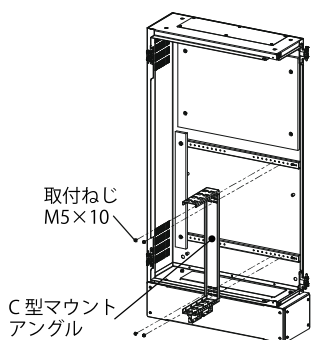

図 14
1. C型マウントアングルの取付ねじM5×10(4か所)を取り外し、C型マウントアングルを取り外してください。(図14)